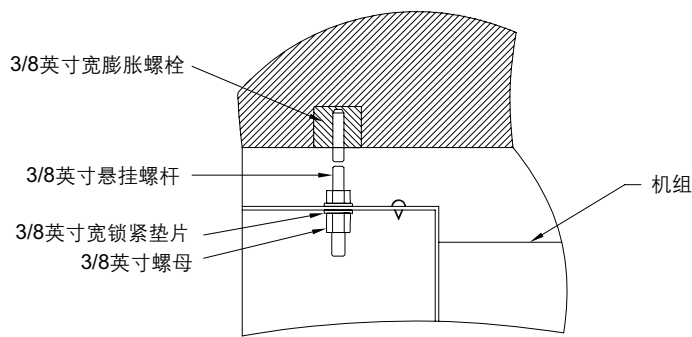
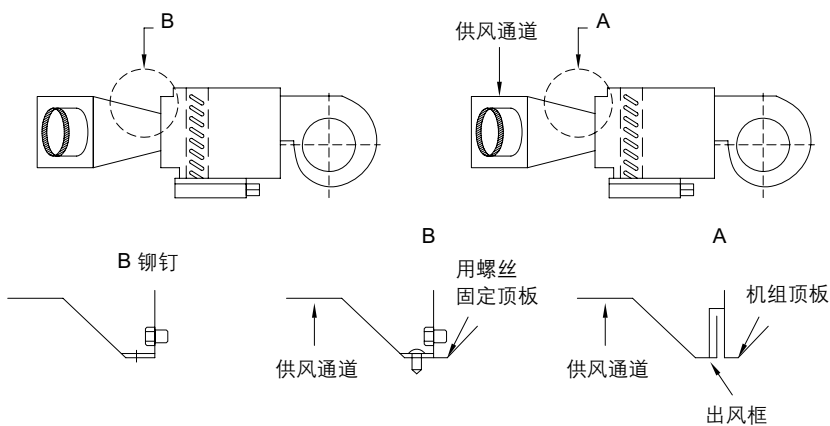

图14 风管内机安装1
图15 风管内机安装2
1. 将 MWD 机组挂在一个坚固并且水平的屋顶。如果机座不坚固将引起噪音、振动或者泄漏（见图 14）。带风管的正确安装请参见图 15。